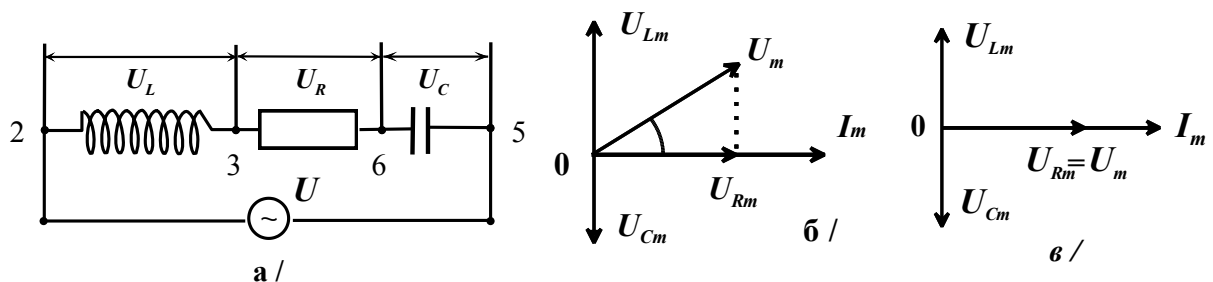

Рис. 5
Подадим переменное напряжение (1) на цепь из R, L и C как показано на рис. 5, а.
В этом случае через все три элемента протекает одинаковый ток. Направим вектор тока горизонтально, как показано на рис. 5,б, и отложим вдоль этой оси вектор, длина которого равна амплитудному значению тока в цепи - I_m .
Падение напряжения на емкости U_C отстает от тока по фазе на $\pi/2$, и поэтому вектор напряжения на C , равный по величине $U_{Cm} = I_m X_C = I_m / \omega C$, следует повернуть относительно вектора тока на угол $\pi/2$ по часовой стрелке. Падения напряжений U_R , U_L и U_C в сумме должны быть равны приложенному напряжению U . Поэтому, сложив векторы U_{Rm} , U_{Lm} и U_{Cm} получим вектор U_m , величина которого равна амплитуде напряжения на зажимах цепи. Векторная диаграмма цепи, состоящей из последовательно соединенных R , L и C , тогда примет окончательный вид, показанный на рис. 5б.
Вектор U_m образует с вектором тока угол φ , представляющий разность фаз между напряжением U и силой тока I . Из рис. 5б видно, что
Сдвиг фаз между током и напряжением зависит от соотношения между индуктивным сопротивлением X_L и емкостным сопротивлением X_C цепи. Если $\omega L > 1/\omega C$ (преобладает индуктивное сопротивление), то ток по фазе отстает от напряжения. Если $1/\omega C > \omega L$ (преобладает емкостное сопротивление), то ток опережает напряжение. При $\omega L = 1/\omega C$ ток и напряжение изменяются синфазно. При удовлетворяющей этому условию частоте $\omega_{рез} = 1 / (LC)^{1/2}$, называемой резонансной частотой, полное сопротивление цепи минимально и равно R . При этом падение напряжения на активном сопротивлении равно приложенному напряжению U . Падения напряжений на индуктивности U_L и емкости U_C равны по амплитуде и противоположны по фазе. При условии, что $\omega L = 1/\omega C \gg R$, амплитуда напряжений на индуктивности и емкости оказывается много больше амплитуды приложенного напряжения и поэтому описанное явление называется резонансом напряжений. Векторная диаграмма рассматриваемой цепи при резонансе напряжений принимает вид, показанный на рис. 5в.